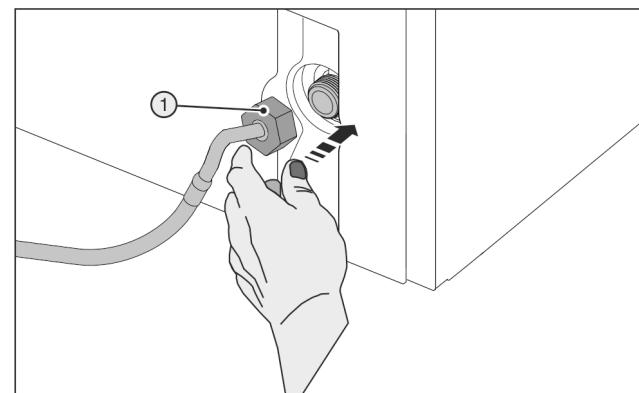

Fig. 29
- Осторожно одеть гайку Fig. 29 (1) и навинтить прямо на резьбу.
- Осторожно одеть гайку Fig. 29 (1) и накрутить на резьбу двумя пальцами до обеспечения надежной крепкой посадки.
- Вспомогательный инструмент (5) использовать только при комнатной температуре.
- Затяните гайку Fig. 29 (1) с помощью вспомогательного инструмента (5) по часовой стрелке, пока не будет достигнут максимальный момент затяжки и вспомогательный инструмент (5) начнет прокручиваться.